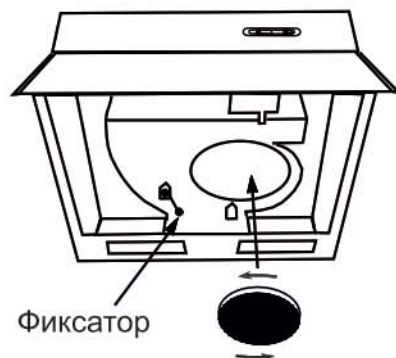

РИС. 5
- Фиксатор (рис. 5) должен находиться в положении вытяжка (положение "А").
- установите угольный фильтр (рис. 5).